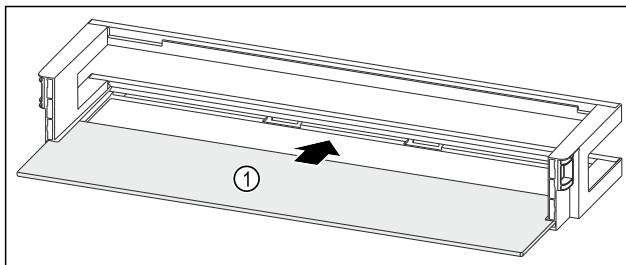

Fig. 99 Рафт на врата с рафт
- Вкарайте рафта Fig. 99 (1) в страничните прорези.